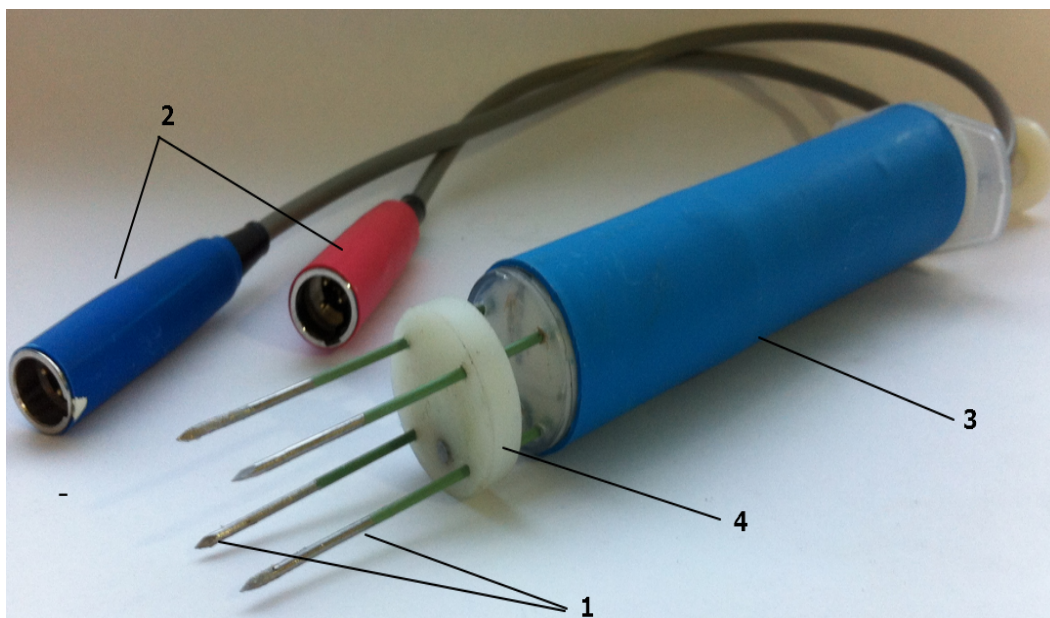

Рисунок 3.15 – Многоэлектродная круговая система.
3.6.4 Для многоэлектродной круговой системы (Рисунок 3.15) – базовой конструкцией является конструкция из 4-х электродов, в которой однополярные электроды соединены между собой, образуя в пространстве крестообразную конструкцию